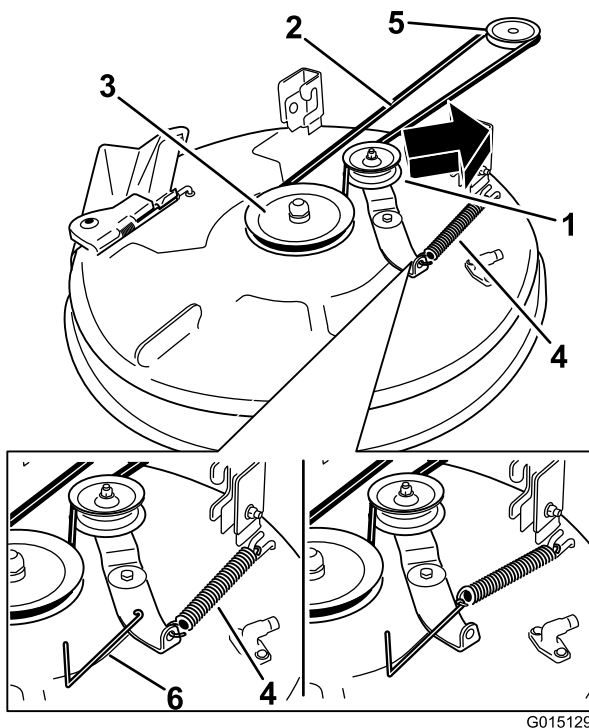

Figura 56
5. Utilizando um removedor de molas (peça Toro n.º 92-5771), remova a mola intermédia do gancho da plataforma para retirar tensão da polia intermédia e role a correia para fora das polias (Figura 56).
- Coloque a nova correia em redor da polia do motor e nas polias do cortador (Figura 56).
- Utilizando um removedor de molas (peça Toro n.º 92-5771), instale a mola intermédia por cima do gancho da plataforma para colocar tensão na polia intermédia e na correia do cortador (Figura 56).